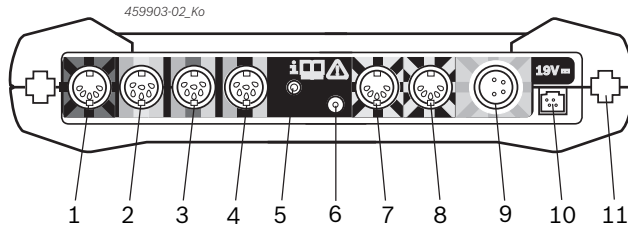

図 2: 接続バー FSA 500 (下から)
接続は図2、位置6を参照。
5. センサーを測定ユニットの指定されたスロットに接続します (図2を参照)。